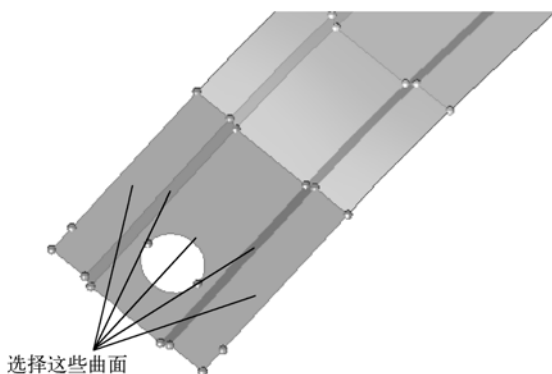
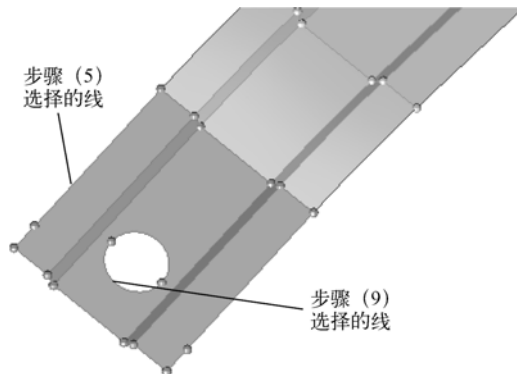

图 4-21 曲面位置
图 4-22 线的位置
- (1) 进入 trim with surfs/planes 子面板。
- (2) 在 with plane 列激活 surfs 选择框。
- (3) 选择如图 4-21 所示曲面。
- (4) 激活 N1 选择框。
- (5) 按住鼠标左键并将鼠标移到如图 4-22 所示边，待光标发生变化再释放鼠标。
- (6) 在边上任意单击两个点，注意不要单击第三次，线上出现 N1 和 N2 两个节点。
- (7) 按〈F4〉键进入 Distance 面板。
- (8) 选择 Three Nodes 子面板。
- (9) 按住鼠标左键并将鼠标移到图 4-22 所示孔边上，待光标发生变化时释放鼠标。